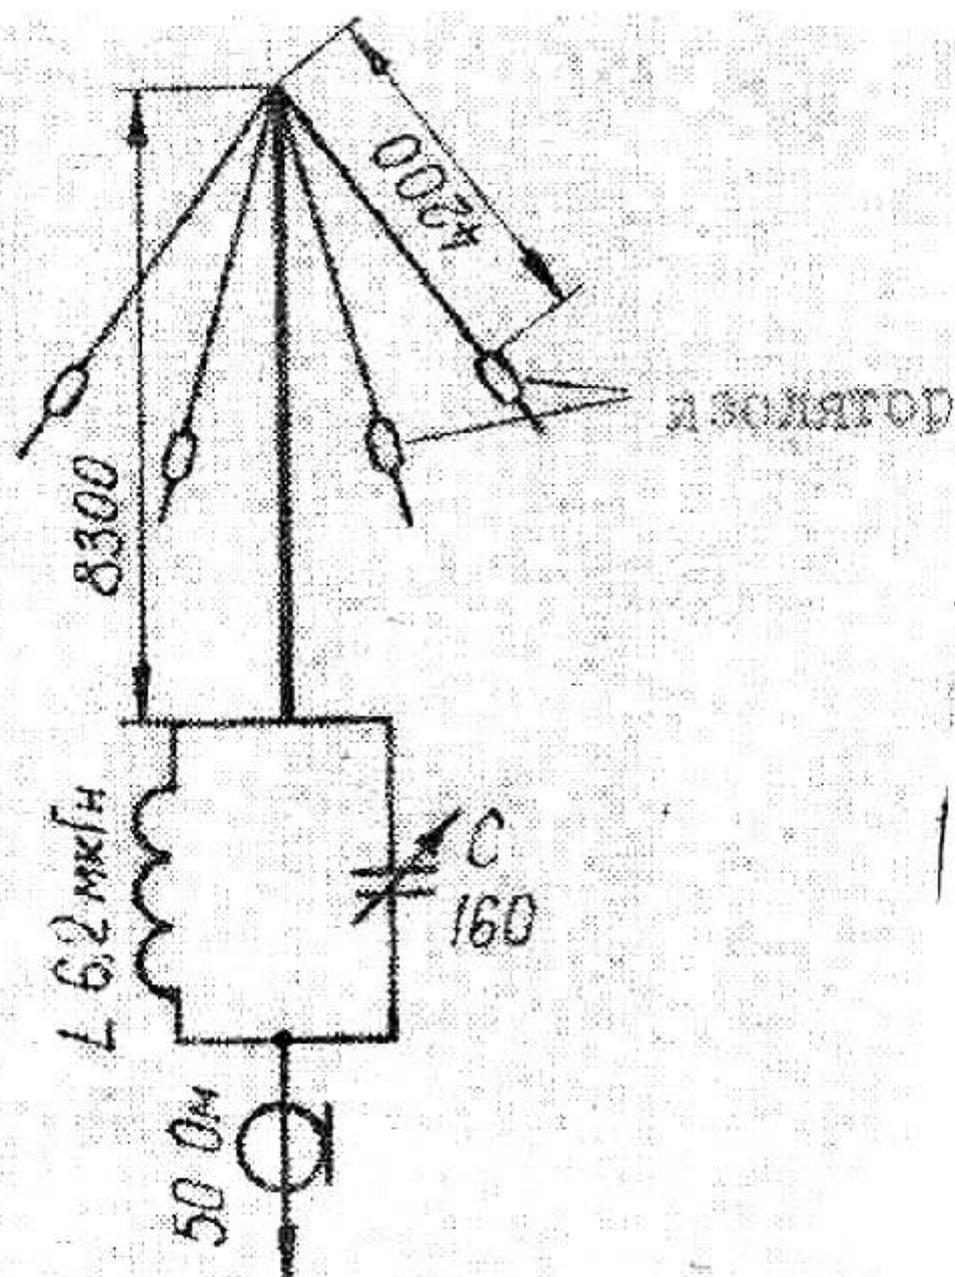

Рис. 27
* Применяя принцип использования растяжек антенны в качестве емкостной нагрузки, увеличивающей электрическую длину антенны, предлагается конструкция вертикала для работы на 80 м и 40 м (рис. 27.)